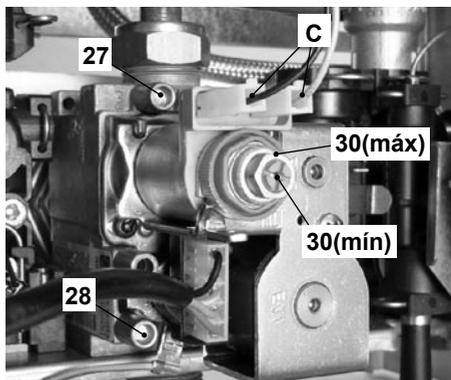

Fig. 7.5
- Con la caldera apagada (fuera de servicio), controle la presión de alimentación utilizando la toma 28 en Fig. 7.5 y compare el valor leído con los indicados en la tabla Presiones de alimentación del gas en la sección "Datos técnicos" pág. 18.
- Vuelva a cerrar bien la toma de presión 28 en Fig. 7.5.
- Abra la toma de presión 27 en Fig. 7.5 y conecte un manómetro.
- Tome una cantidad abundante de agua caliente sanitaria. Compare el valor de presión medido con el indicado en Fig. 7.3. Para calibrar la presión al quemador, manipule la tuerca hexagonal grande de latón del operador modulante 30(máx.) en Fig. 7.5 (al girar en sentido horario, la presión aumenta).
- Desconecte uno de los dos hilos de alimentación "C" del operador modulante 30. Preste atención a que no toque las partes metálicas de la caldera Fig. 7.5
- Preste atención a que no toque las partes metálicas de la caldera Fig. 7.4. Para calibrar la presión al quemador, manipule el tornillo de plástico (30 (mín.) en Fig. 7.5) manteniendo inmóvil la tuerca hexagonal de latón grande (30máx. en Fig. 7.5) del operador modulante (al girar en sentido horario, la presión aumenta).
- Conecte el hilo de alimentación "C" del operador modulante Fig. 7.5
- Cierre la toma de presión 27 en Fig. 7.5